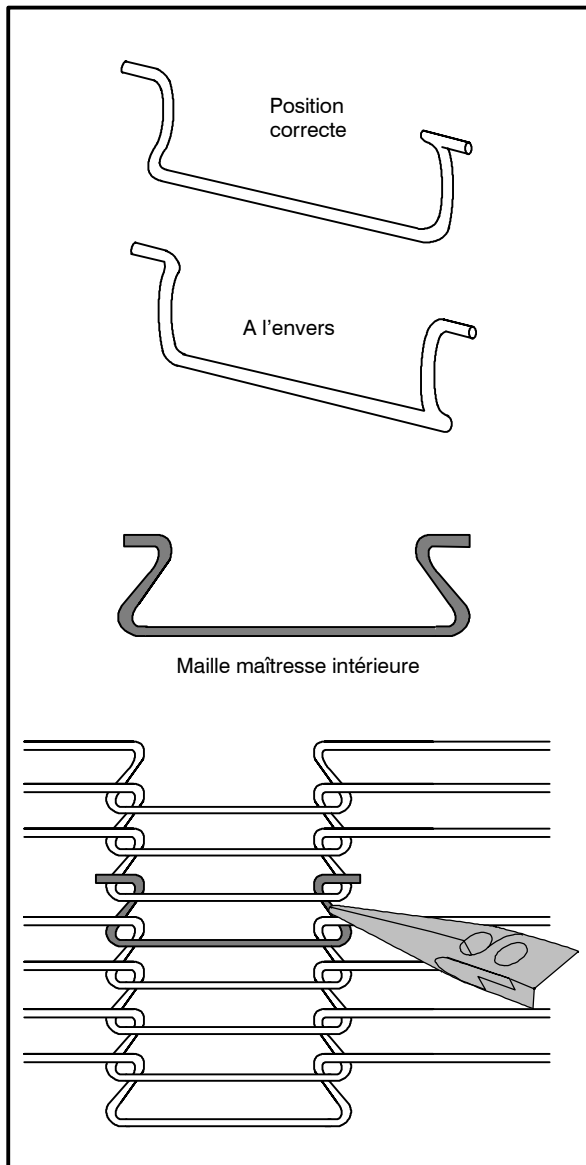

Figure 10
6. Placez les mailles maîtresses intérieures pour relier les deux extrémités du tapis du convoyeur. Voir la Figure 10.